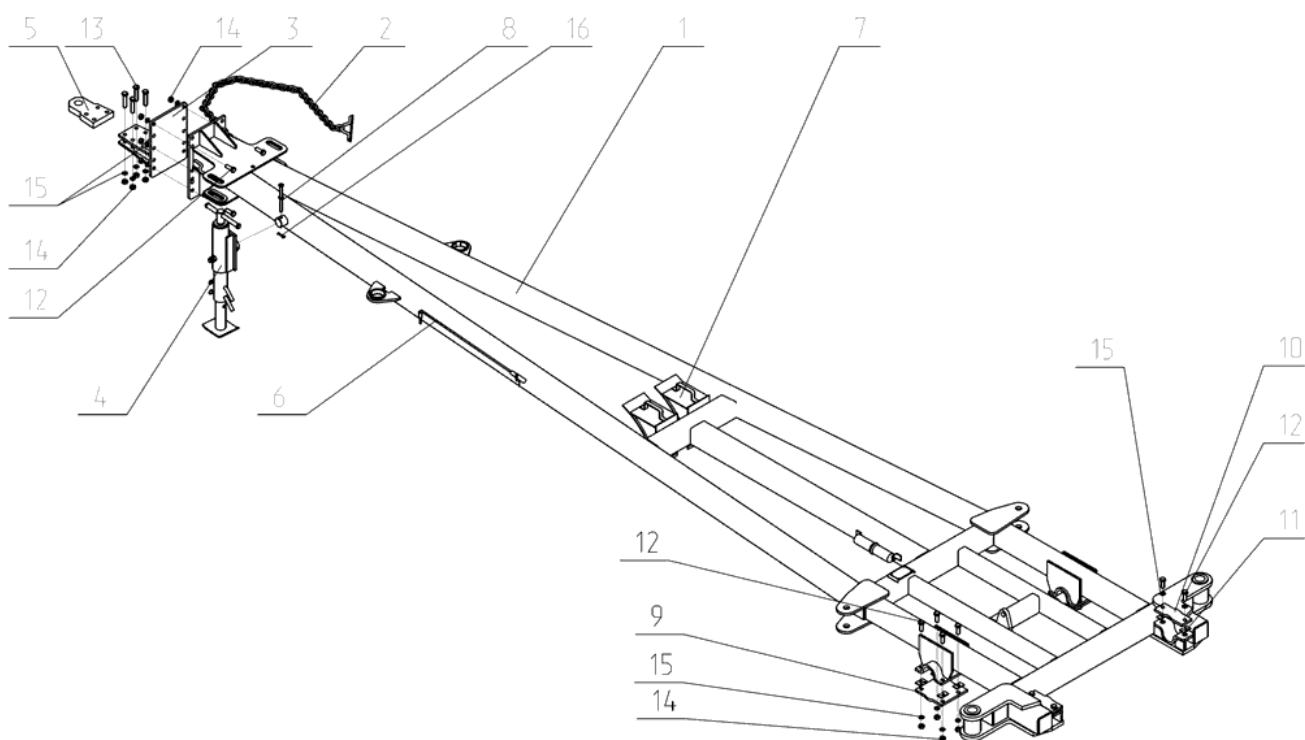

Рис.3. ЛДГ 01.010 Сница в сборе.
2.11. Сница в сборе (Рис.3) предназначена для присоединения луцильника к трактору. Сница в сборе состоит из сницы 1, на которую крепятся цепь страховая 2, кронштейн 3, серьга 5, опора стояночная 4, чистик 6, подкладки под колеса 7, а также прижим 9, при помощи которого к снице крепится мост и прижим 10, при помощи которого, к снице крепится секция центральная в сборе.